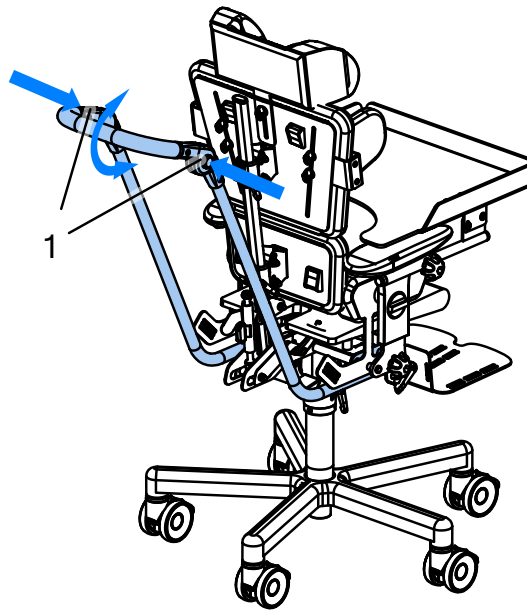

Fig. 5
Per regolare l'altezza del maniglione, premere i pulsanti (1) e regolare il maniglione all'altezza desiderata per sentire il caratteristico scatto del blocco Fig. 5